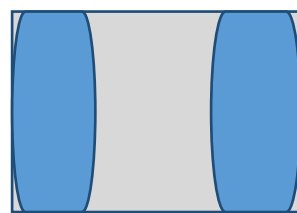

図3 ⑤の船
- ⑤ 船底が平らの船におもりを左右に1kgずつ（2kg）のせたとき（図3）。
- ⑥ 船にはたらくおもりの重心を高くしたとき。
- ⑦ 船底に抵抗（フィンスタビライザー）をつける（写真3）。